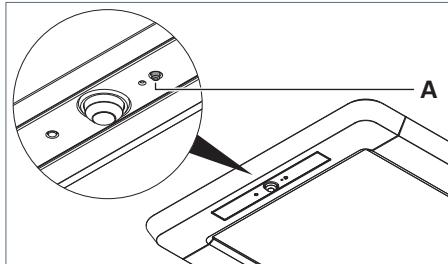
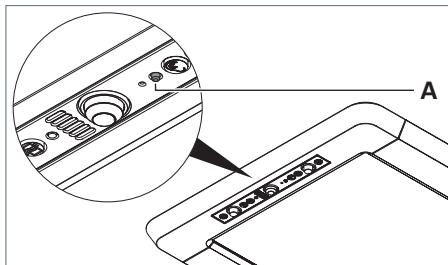

Fig. 24: Reset durchführen, Ausführung R.
Fig. 25: Reset durchführen, Ausführung RX.
- ▶ Drücken Sie die Taste **A**, halten Sie die Taste gedrückt und schließen Sie die Leuchte wieder an die Stromversorgung an, siehe Fig. 24 und siehe Fig. 25.